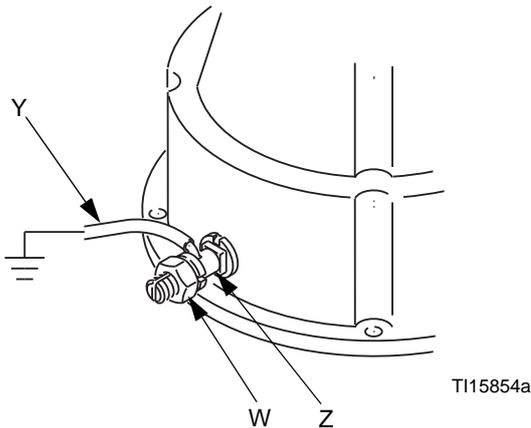

FIG. 1 Fil de terre
Pompe : utilisez un fil de terre et un collier. Consultez la FIG. 1. Desserrez l'écrou (W) de la cosse de terre (Z). Insérez une extrémité du fil (Y) dans la cosse de terre et serrez bien l'écrou. Reliez le collier de terre à une véritable prise de terre. Commandez la pièce n° 237569, fil de terre et collier.